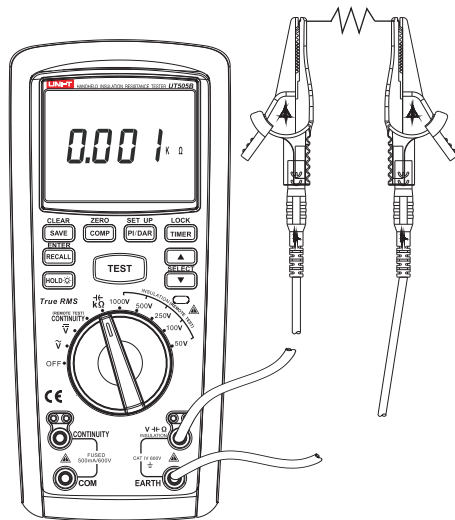

图7
4.1电阻测量(见图7)
- ① 将红色表笔插入"V"插孔(红色孔), 黑色表笔插入"EARTH" 插孔(黑色孔)。
- ② 将转盘开关旋转至"KΩ/⊞"将表笔并联到被测电阻二端上。
- ③ 从显示屏上即可读出当前的电阻测量值。
- ④ 在测量过程中如果想保存测量电阻值只需按下"SAVE/CLEAR"按键即可保存。